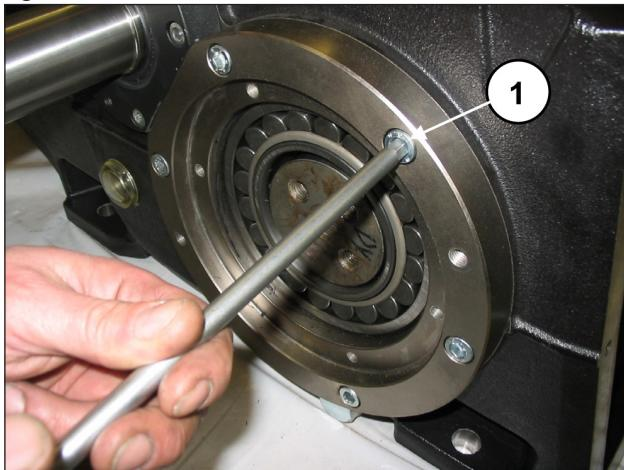

Fig. 22
Dévisser les vis des deux caches porte-roulement (rep. ①, Fig. 22).